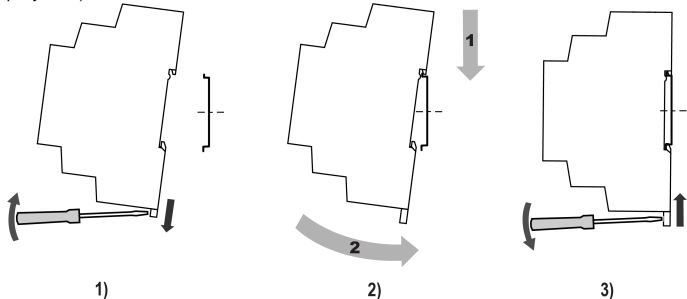

Рисунок 1 – Установка прибора
2. Установить прибор на DIN-рейку в соответствии с в направлении стрелки 1 (рисунок 1, 2);
3. Вставив отвертку в проушину, оттянуть защелку (рисунок 1, 1).
4. Прижать прибор к DIN-рейке в направлении, показанном стрелкой 2. Зафиксировать защелку (см. рисунок 1, 3).